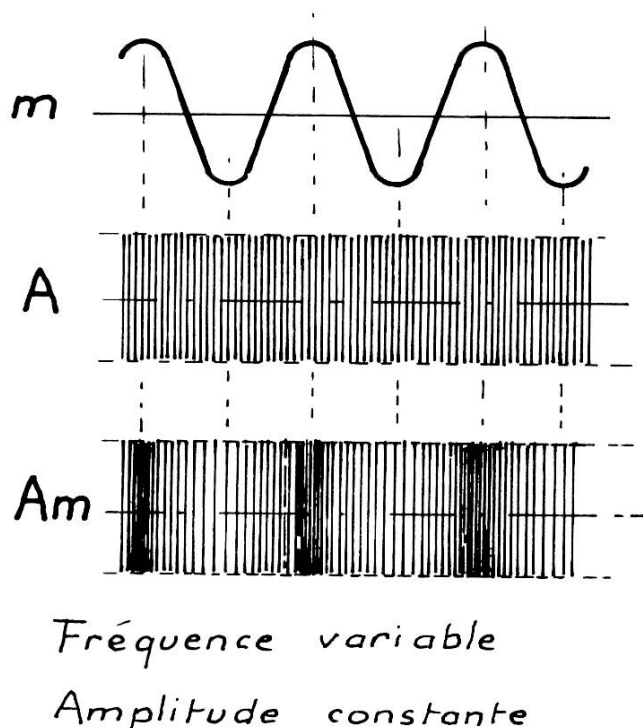

Fig. II-5. — Modulation FM.
b) La modulation de fréquence (FM) — (Voir fig. II-5).